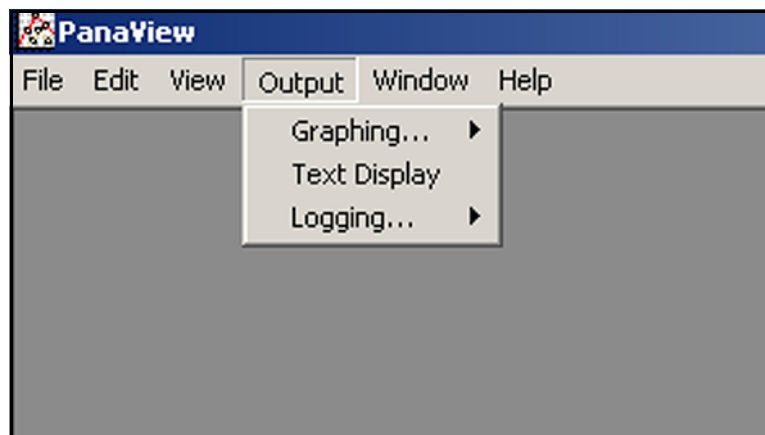

Figura 16: Menú Output
1. En PanaView, despliegue el menú **Output** (Salida) como se muestra en la Figura 16 y haga clic en la opción **Text Display** (Visualización de texto).